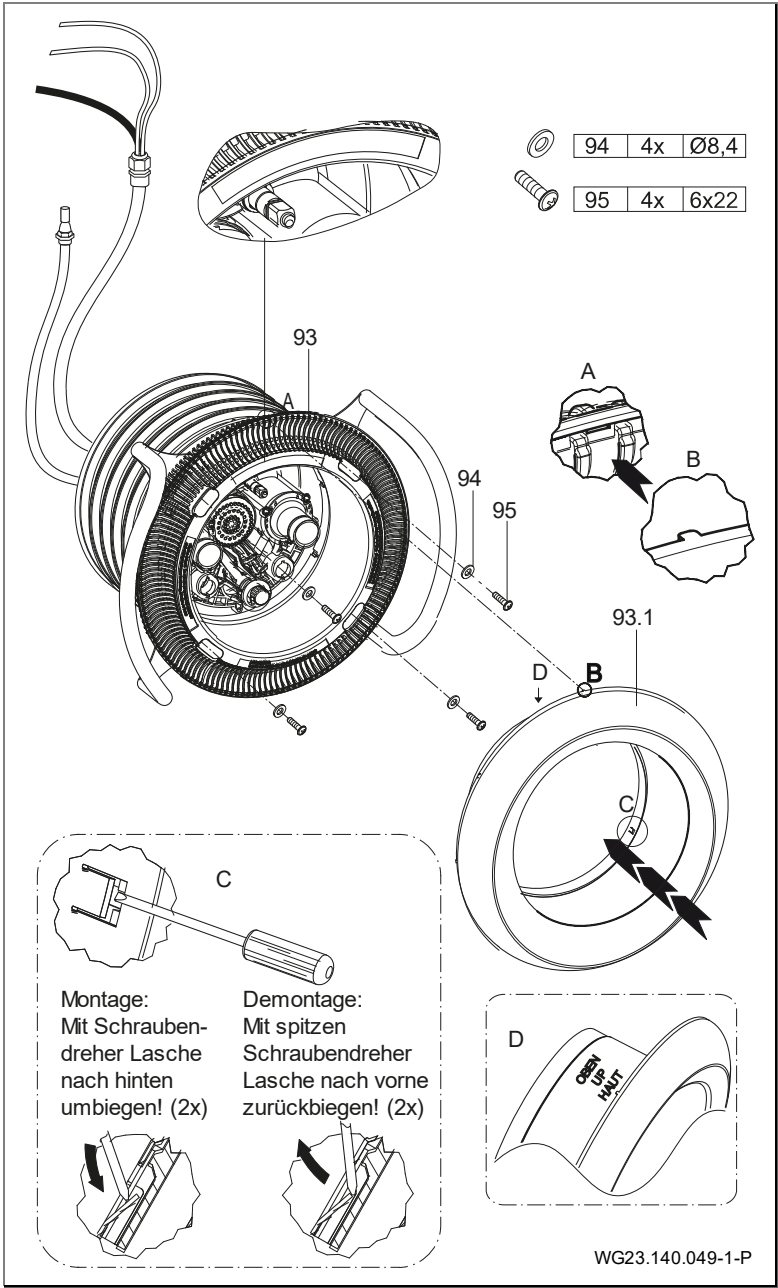
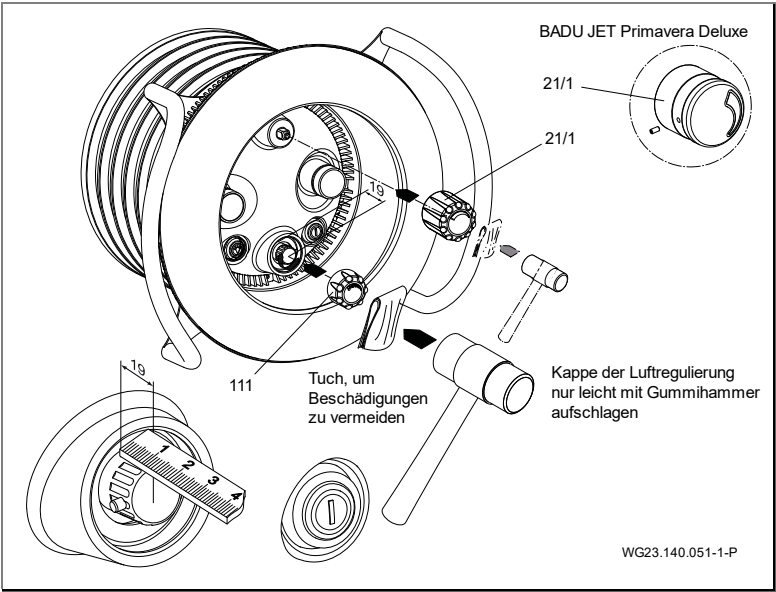

Abb. 19
Abb. 21
7. Düsengehäuse (102.1) am Einbaugehäuse (1) ausrichten und mit den zehn vormontierten Schneidschrauben (61) befestigen. (Abb. 19)
9. Ansaugblende (93) auf dem Spannring (28) ansetzen und mit vier Unterlegscheiben (94) und vier Schneidschrauben (95) befestigen. (Abb. 19)
10. Edelstahlblende (93.1) mit vorstehenden Zentriernoppen auf den vorhandenen Aussparungen der Ansaugblende (93) ausrichten und von Hand aneinanderpressen. Markierung "OBEN" auf der Edelstahlblende beachten. Zur Arretierung der Blende die zwei seitlichen Biegelaschen mit einem Schraubendreher nach hinten umbiegen. (Abb. 19)
12. Primavera: Kappe für Mengen- (21/1) und Luftregulierung (111) mit Hilfe eines Gummihammers und Schutztuches befestigen. (Abb. 21)
1. Kappe für Mengen- (21/1) und Luftregulierung (111) abziehen. Bei der BADU JET Primavera Deluxe muss vor dem Abziehen der Kappe die Madenschraube gelöst werden. Siehe "Abb. 21"
2. Schneidschrauben (112) lösen und Lichtabdeckung (110) abnehmen.
3. Die zwei seitlichen Biegelaschen der Edelstahlblende nach vorne zurückbiegen und Edelstahlblende abnehmen. Siehe "Abb. 19"
4. Schneidschrauben (95) lösen und Ansaugblende (93) und Haltegriff (70) abnehmen.
5. Bei Bedarf die Schneidschrauben (61) lösen. Düsengehäuse (102.1) abnehmen. Dabei auf die innere Luftleitung (4) achten, die am Einbaugehäuse (1) befestigt ist.
6. Schrauben (52) lösen. Haltegriff (70), Spannring (28) und Spannringdichtung (27) abnehmen.